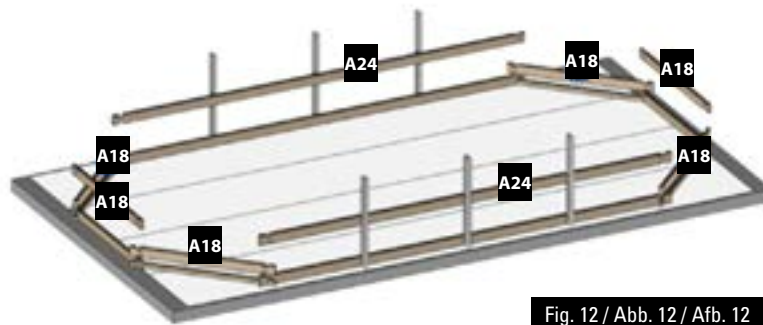

Fig. 12 / Abb. 12 / Afb. 12
**EN 2nd LAYER OF BOARDS:** • Install the second layer of boards as shown in figure 12. • There is a wooden wedge in the structure packet to correctly assemble the boards. • Never directly hit against the boards. You would damage the pegs and would weaken the structure. Do not hit them with anything metallic. This would inevitably damage the wood. • Try to correctly assemble the boards right from the start. There should not be any space between each layer of boards to avoid maladjustment of the higher boards.
**FR 2ÈME RANGÉE DE MADRIERS :** • Positionnez les madriers de la deuxième rangée conformément à la figure 12. • De manière à emboîter correctement les madriers, une cale en bois est à votre disposition dans le colis de structure. • Ne pas taper directement sur les madriers. Cela abîmerait les languettes et nuirait à la solidité de la structure. • Ne pas frapper avec une pièce métallique. Cela détériorerait le madrier irrémédiablement. • Veillez à emboîter bien à fond les madriers dès le départ. Il ne doit pas y avoir d'espace entre chaque rangée pour éviter un décalage au niveau des madriers supérieurs.
**DE 2. BRETTERREIHE:** • Platzieren Sie die Bretter der zweiten Reihe laut Abb. 12. • Um die Bretter richtig anbringen zu können, finden Sie einen Holzkeil im Paket des Tragwerks. • Nicht direkt auf die Bretter klopfen. Das würde die Zapfen und die Festigkeit des Tragwerks beschädigen. • Nicht mit einem Metallteil darauf klopfen. Es würde das Holz unabänderlich beschädigen. • Versuchen Sie, die Bretter von Anfang an tiefgehend ineinander zu fügen. Zwischen den Reihen darf kein Platz sein, um eine Fehlanpassung der oberen Bretter zu vermeiden.
**NL 2ª RIJ PLANKEN:** • Plaats de planken van de tweede rij zoals aangegeven op afbeelding 12. • Om de planken correct te assembleren, zit er een houten wig in het pakket van het frame. • Sla niet direct op de planken. Daardoor gaan het profiel kapot en wordt de stevigheid van het frame ondermijnd. • Sla er niet direct op met metaal. Hierdoor raakt het hout onherstelbaar beschadigd. • Zorg ervoor dat de planken vanaf het begin stevig op elkaar aansluiten. Er mag geen ruimte tussen de rijen overblijven, om te voorkomen dat de bovenste houtdelen onregelmatig uitkomen.
**DE 2. BRETTERRIHE:** • Platzieren Sie die Bretter der zweiten Reihe laut Abb. 12. • Um die Bretter richtig anbringen zu können, finden Sie einen Holzkeil im Paket des Tragwerks. • Nicht direkt auf die Bretter klopfen. Das würde die Zapfen und die Festigkeit des Tragwerks beschädigen. • Nicht mit einem Metallteil darauf klopfen. Es würde das Holz unabänderlich beschädigen. • Versuchen Sie, die Bretter von Anfang an tiefgehend ineinander zu fügen. Zwischen den Reihen darf kein Platz sein, um eine Fehlanpassung der oberen Bretter zu vermeiden.